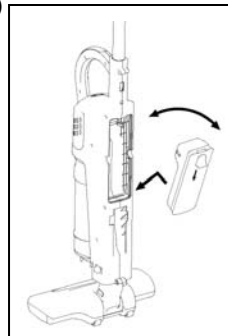

Fig. 4
5. Sostenga la batería e inserte primero la parte de abajo dentro de la abertura de la parte posterior de la unidad. Luego rótelea en su lugar verificando que haga clic y se trabe. (Fig. 4)